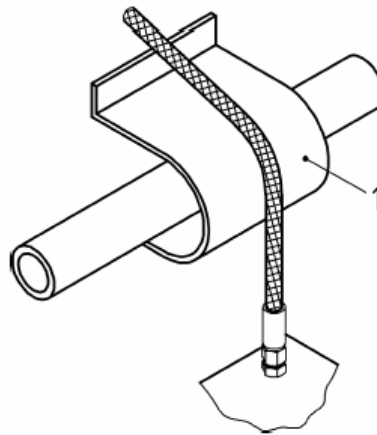

**Bild 19**
**13.12** Schlauchhalterungen sind dort zu vermeiden, wo sie die natürliche Bewegung und Längenänderung des Schlauchs behindern (siehe Bild 19).